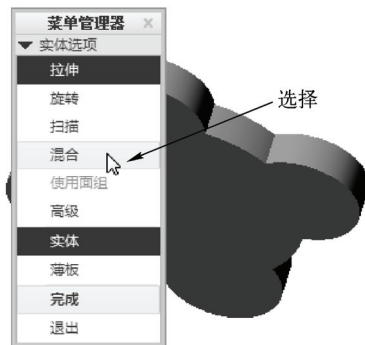

图 8-61 选择“混合”选项
STEP 02 在功能区选项板的“模型”选项卡中, 单击“高级”面板中的“槽”按钮, 弹出“实体选项”菜单管理器, 选择“混合”选项, 如图 8-61 所示。